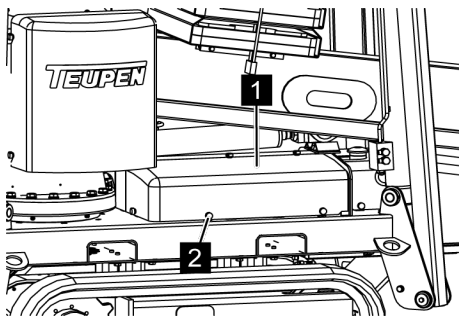

Fig. 120: Enlever le capot
2. ➔ Desserrer toutes les vis moletées (Voir la Fig. 120/2) du capot (Voir la Fig. 120/1), et enlever le capot.